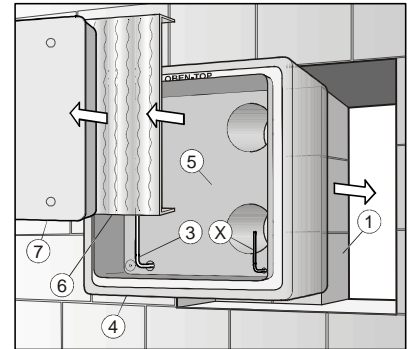

Abb. 3
Poziționați cablul de curent, (3) respectiv (x) în locul de montat (5) al aparatului (fig. 3)